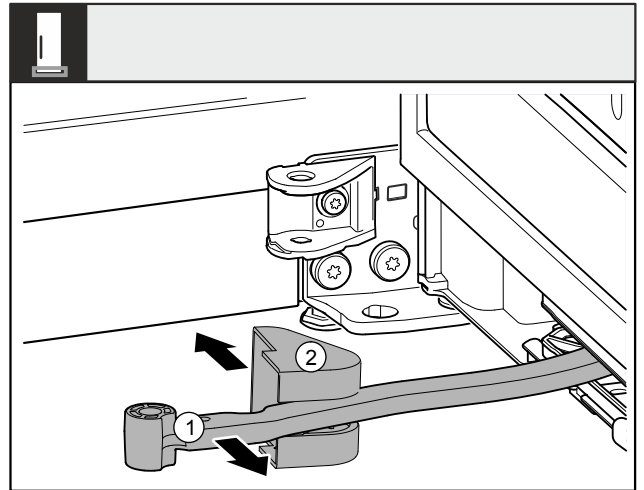

Fig. 10
- Käännä saranaa Fig. 10 (1) oven suuntaan.
- Poista laakerijalustan suojus Fig. 10 (2).